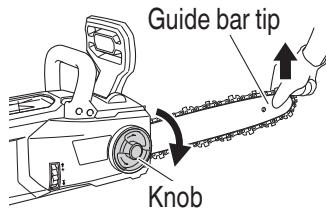

Fig. 16
7. **Securing the knob (Fig. 16)**